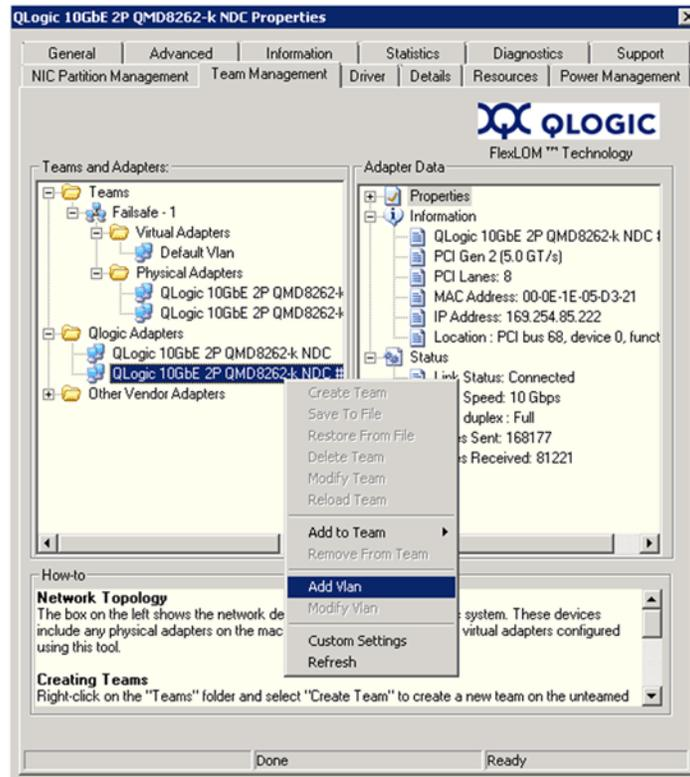

Figure 3-14. Ajout d'un réseau local virtuel
2. Dans le menu contextuel, cliquez sur **Add VLAN** (Ajouter un VLAN (voir Figure 3-14)).